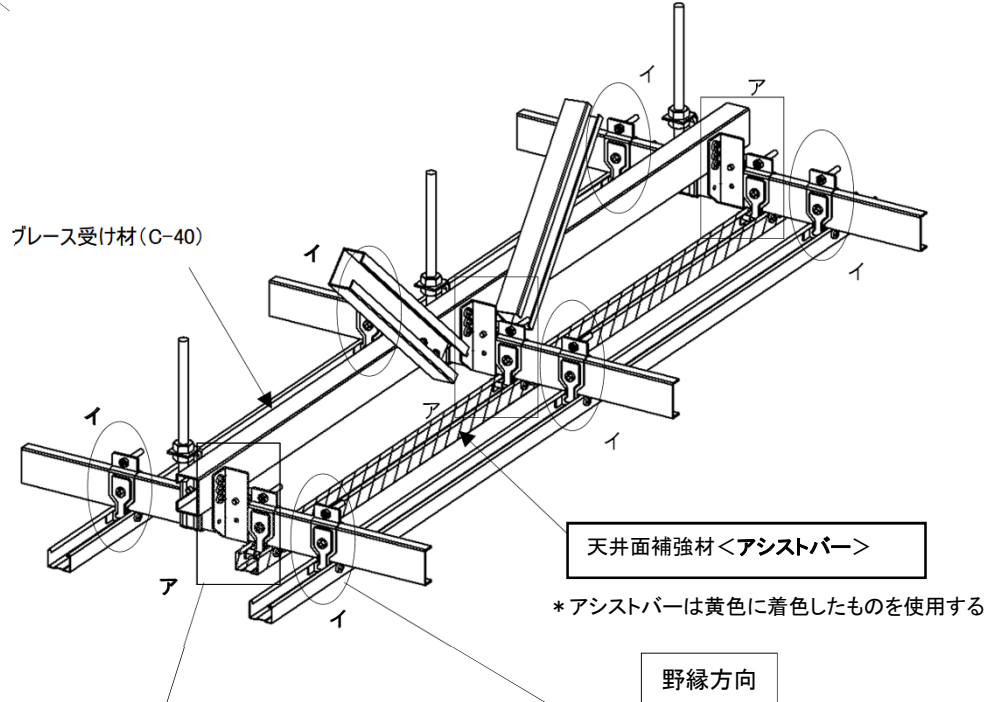

図 2-15 ブレース下部接続方法
- ・野縁方向については、ブレース下部に3本の野縁受けをつなぐ天井面補強材<アシストバー>を直下に配置し、ビスクリップで取り付ける。(図2-15参照)
- ・ブレース受け材と野縁受けはNWD-C4を使いφ4ビス(3本)で止め付ける。(図2-15 参照)